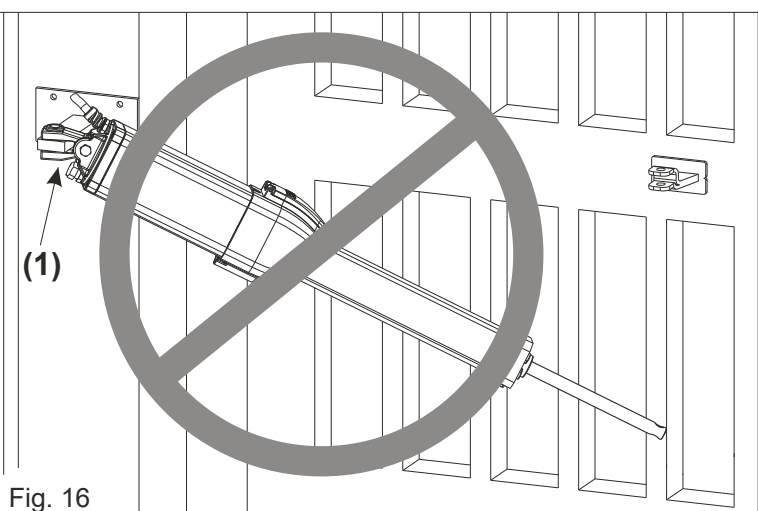

Fig. 16
ne pas incliner l'opérateur au-delà de l'angle permis par la fourche oscillante (1), sous peine de la possible rupture de cette dernière (Fig. 16)